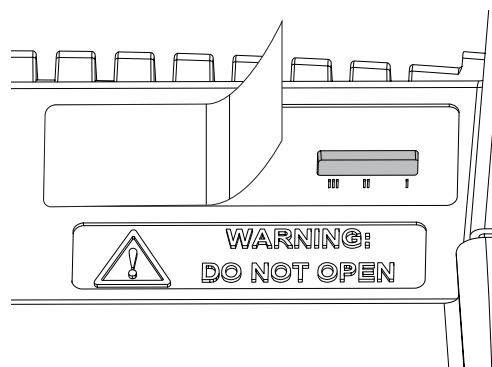

Bild 8. Fäst utbytesetiketten i det avsedda urtaget.
11. Använd skyddshandskar för att bevara limmet på den nya och oanvända utbytesetiketten. Fäst den nya och oanvända utbytesetiketten i det angivna urtaget som visas i bild 8.